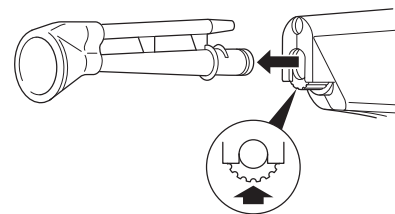

図2 - チップアセンブリの取り外し
- チップロック機構を押して、ハンドピースからチップアセンブリを取り外します (図2)。